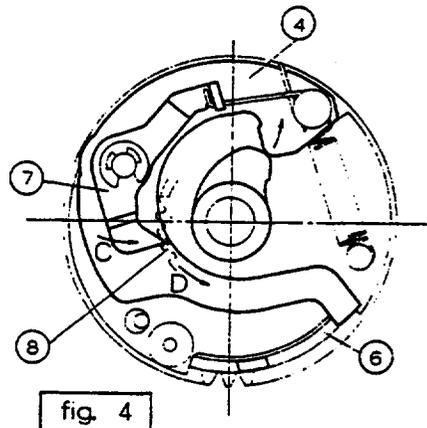

fig. 4
この時、クラッチレバー④に取付けられている終端swラチェット爪⑦が、Fig. 4の如くC方向に動き、終端swラチェットホイール爪⑧の爪と噛み合う。
クラッチレバー④がFig. 4の如く、巻上げクラッチ⑤にのり上げて行くと、終端swラチェット爪⑦が終端swラチェットホイール爪⑧をD方向に回し、⑧に圧入されている終端sw板⑨を同方向に回す。(Fig. 5参照)
巻戻しセット時：巻戻しノブ1及び2を操作し、巻戻しを行なうと、巻上機構(巻戻し時)で説明した如く、ギア①と⑨が噛み合い、この回転がアイドルギア⑩、⑪、⑫を介し、ギア⑬へ伝達されギア⑬はD方向に回転する。(fig.4)